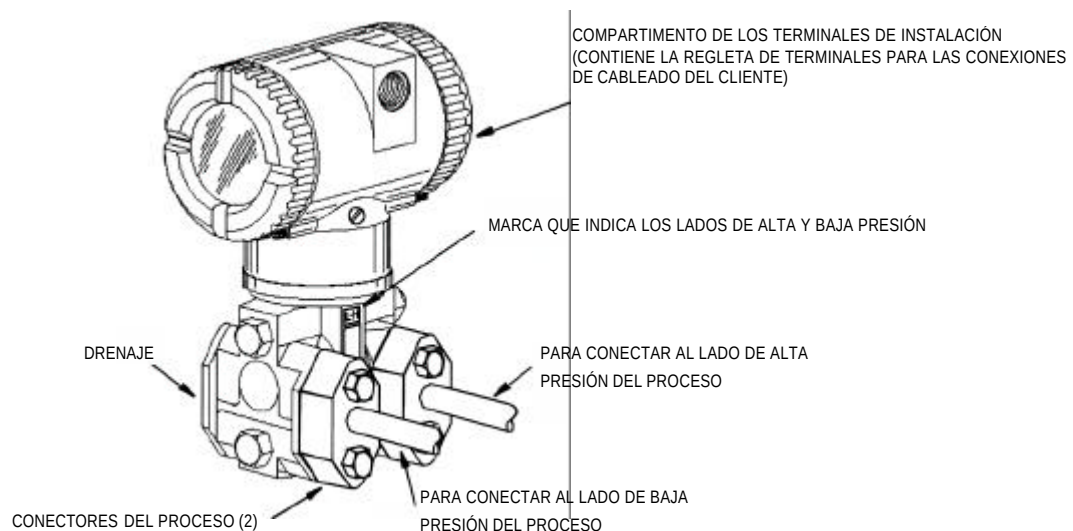
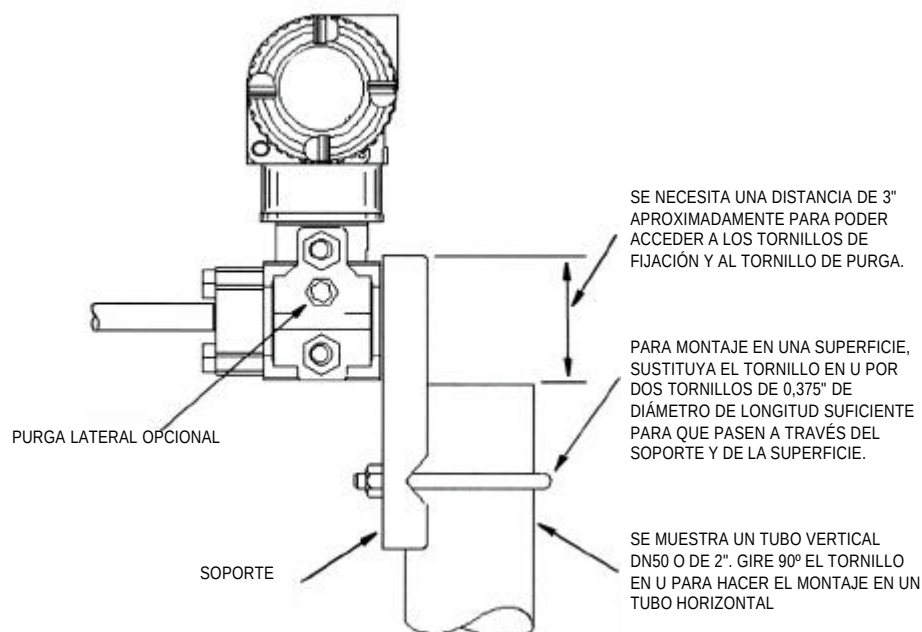

Figura 1. Transmisor Montado en el Proceso
Figura 2. Montaje del transmisor en un tubo o en una superficie
3. Si el transmisor no se instala en posición vertical como se muestra en la figura 1 o en la figura 2, reajuste la salida del cero para eliminar el efecto de la posición cero.
El transmisor de presión diferencial IDP10 puede estar soportado por la tubería del proceso como se muestra en la figura 1 o puede montarse en un tubo o superficie horizontal o vertical utilizando el soporte de montaje opcional que se muestra en la figura 2. Para obtener información sobre las dimensiones, consulte DP 020-446.
La figura 1 muestra el transmisor montado en la tubería del proceso y soportado por ella.
Utilizando como referencia la figura 2, fije el soporte de montaje al transmisor utilizando las dos arandelas de seguridad y los dos tornillos suministrados. Monte el transmisor con el soporte de montaje en un tubo DN50 o de 2" horizontal o vertical. Para el montaje en un tubo horizontal, gire 90° el tornillo en U respecto a la posición indicada en la figura 2. El soporte de montaje también se puede utilizar para montaje en una pared fijando el soporte a la pared utilizando los agujeros de montaje del tornillo en U.